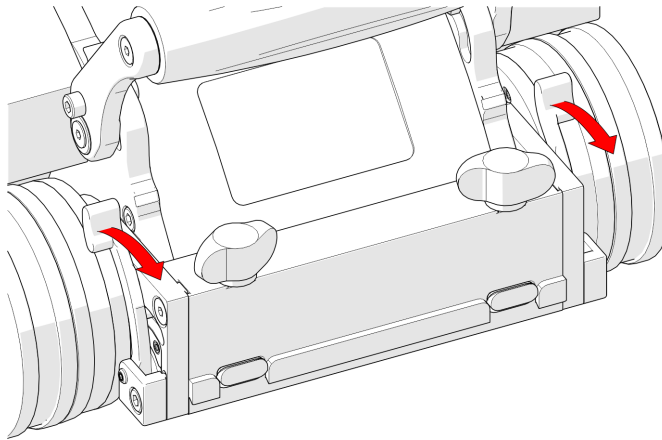

Abbildung 4-12 Vordere Schwenkeinstellhebel
2. Lösen Sie die vorderen Schwenkeinstellhebel an der Vorderseite des Fahrwagens, um die vordere Schwenkhalterung zu positionieren (siehe Abbildung 4-12 auf Seite 148).